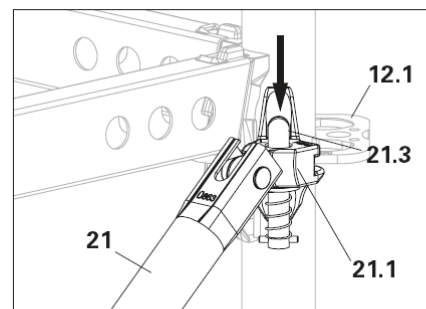

Fig. A4.03b
- La diagonale nodale est positionnée en haut. (Fig. A4.03b)
Tous les boulons (21.3/21.4) doivent être enclenchés après le montage de la diagonale nodale UBK et s'appuyer sur la tête diagonale (21.1/21.2). (Fig. A4.03b/A4.03d)